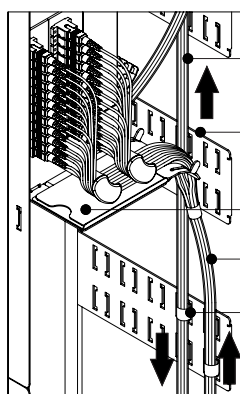

Figura 13B
4. Fixe os cordões unidos no primeiro suporte guia de cabo lateral (item 1) localizado logo abaixo do Sub-Rack utilizando o Velcro dupla face (veja figura 13B).